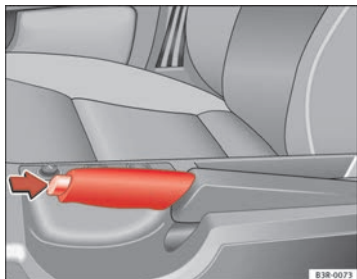

Abb. 140 In der Mittelkonsole: Handbremse angezogen
- Ziehen Sie den Handbremshebel etwas hoch *und* drücken Sie gleichzeitig den Sperrknopf ⇒ Abb. 140 -Pfeil- hinein.